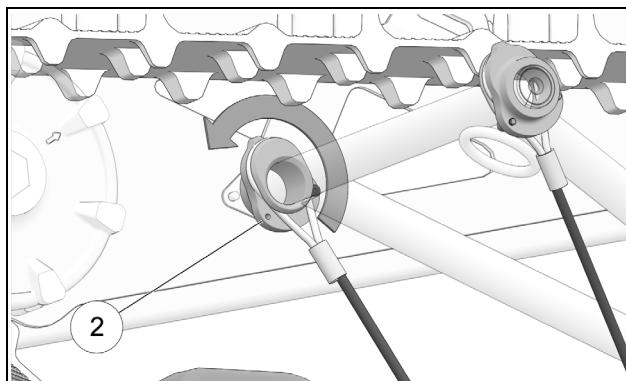

Figure 19
- Pivoter la came supérieure (2) de 180°. Référez-vous aux images de référence et aux **Principes de réglage** pour la position désirée. Voir la Figure 19.